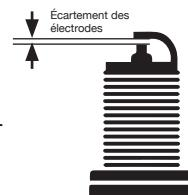

Figure 26
- Écartement des électrodes (la limite acceptable est de 0,027-0,032 po). [0,70 - 0,80 mm]) (voir Figure 26).